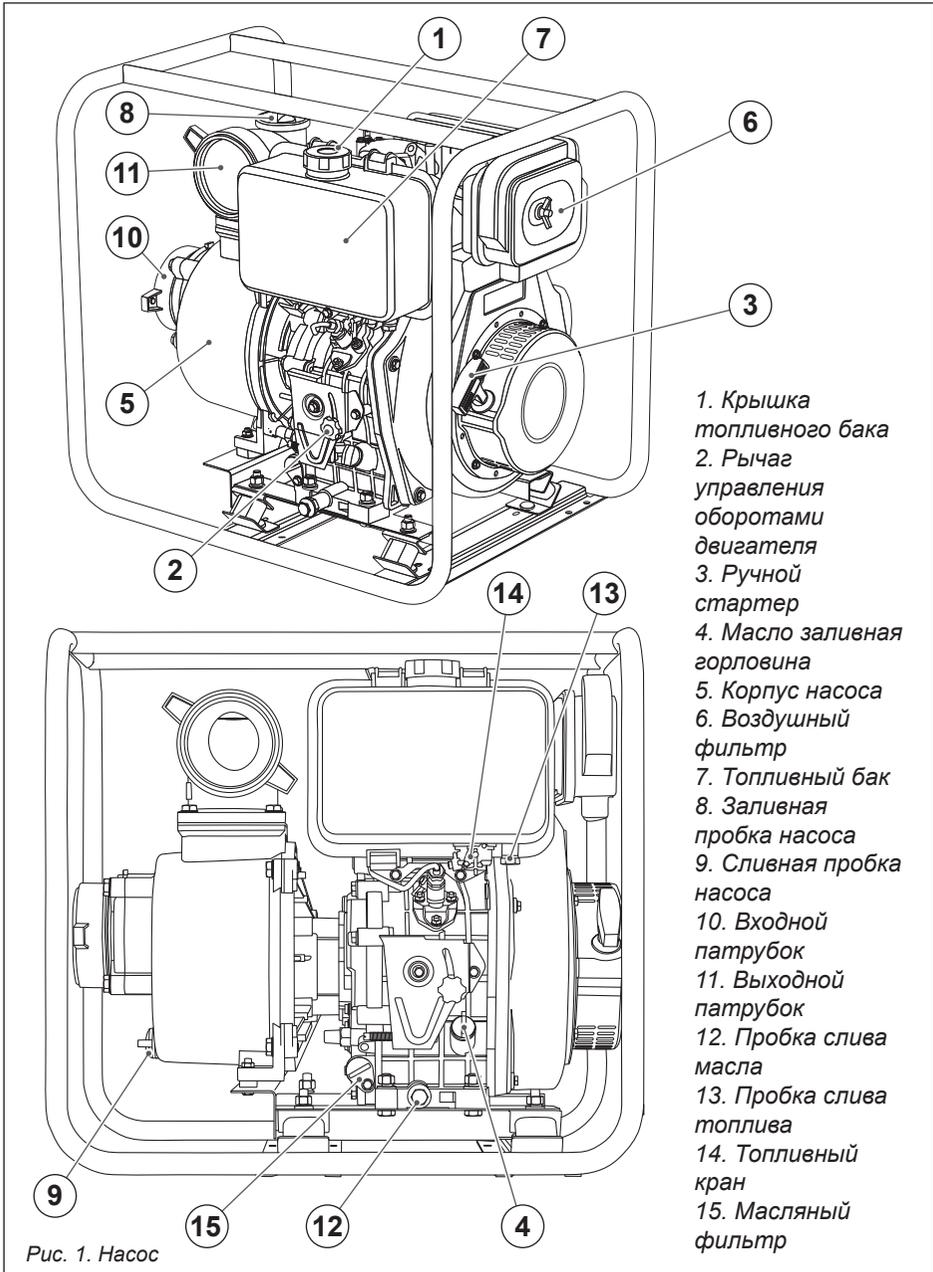

Рис. 1. Насос
4. ОСНОВНЫЕ ЧАСТИ И УЗЛЫ НАСОСА (рис. 1)